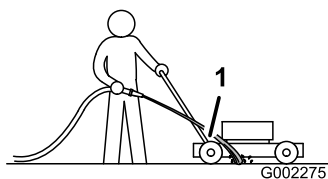

Figura 38
3. Sujete la manguera a la altura del manillar y dirija el agua para que fluya sobre el suelo justo por delante de la rueda trasera **derecha** (Figura 38).